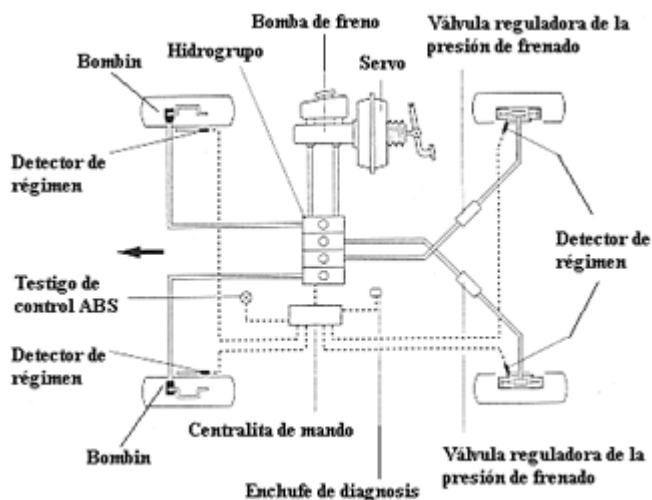

Figura 1
-En la figura 1 se ve el esquema de un circuito de frenos convencional sin ABS. Frenado en "X".